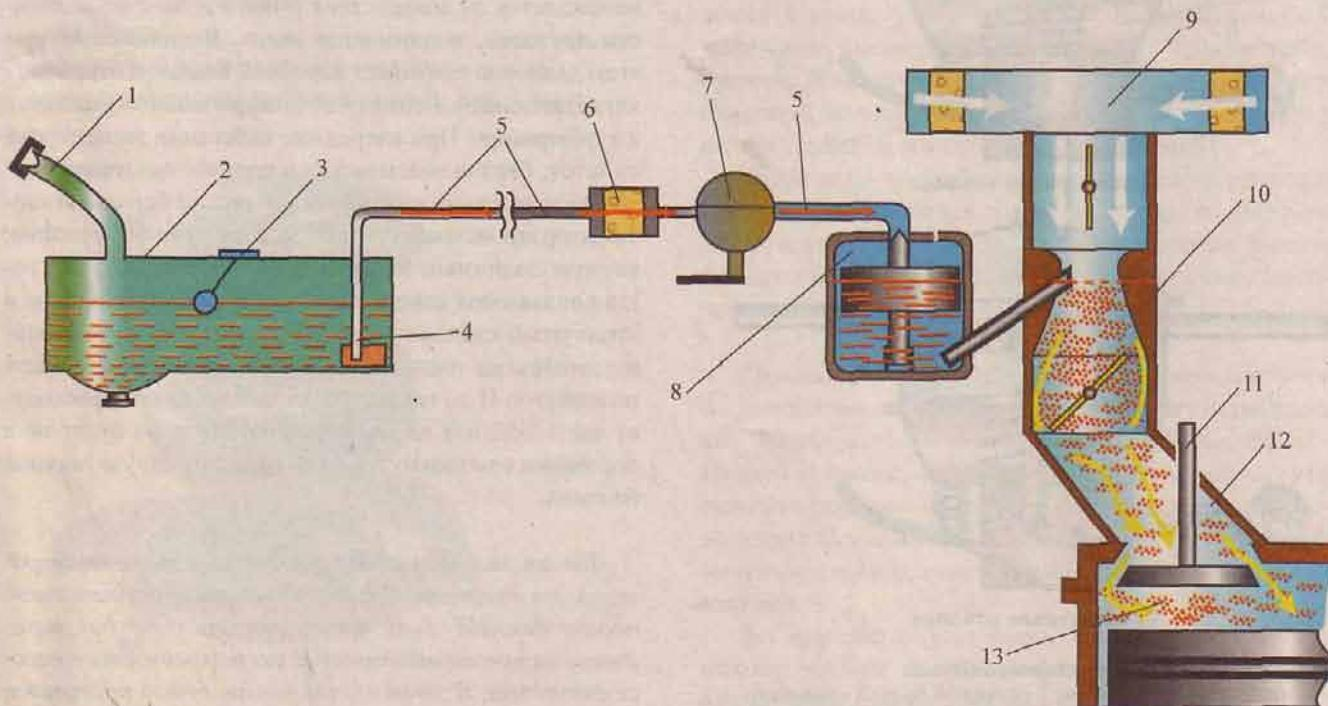

Рис. 13 Схема расположения элементов системы питания
**Система питания** (рис. 13) состоит из:
При движении поршня в цилиндре от верхней мертвей точки к нижней (такт выпуска), над ним создается разряжение. Поток воздуха с улицы, через воздушный фильтр и карбюратор, устремляется в освободившийся объем цилиндра (см. рис. 13).